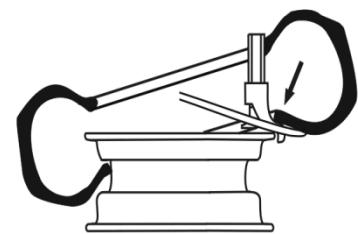

Abb. 20
- Wiederholen Sie den vorweg beschriebenen Löse Vorgang an der anderen Reifenseite (Abb.20).